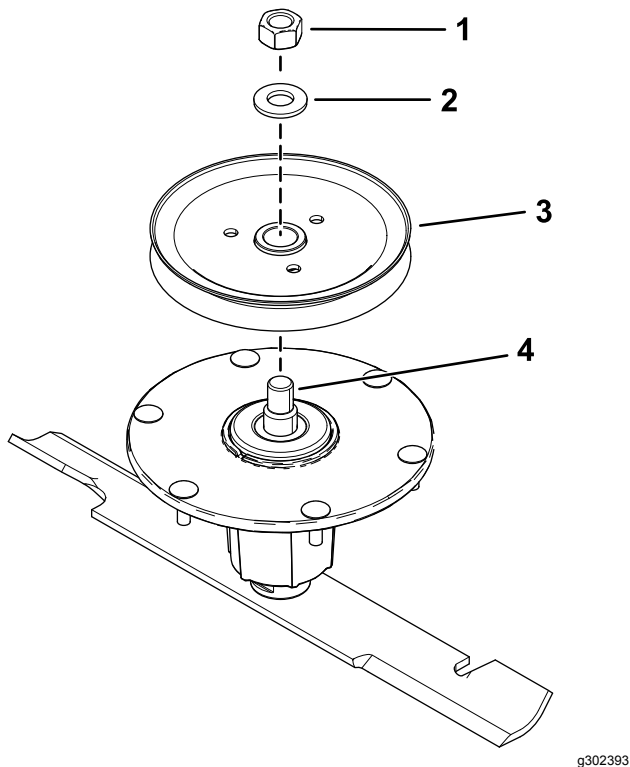

Figure 1
1. Retirez l'écrou supérieur, la rondelle et la roue à gorge de l'axe (Figure 1).